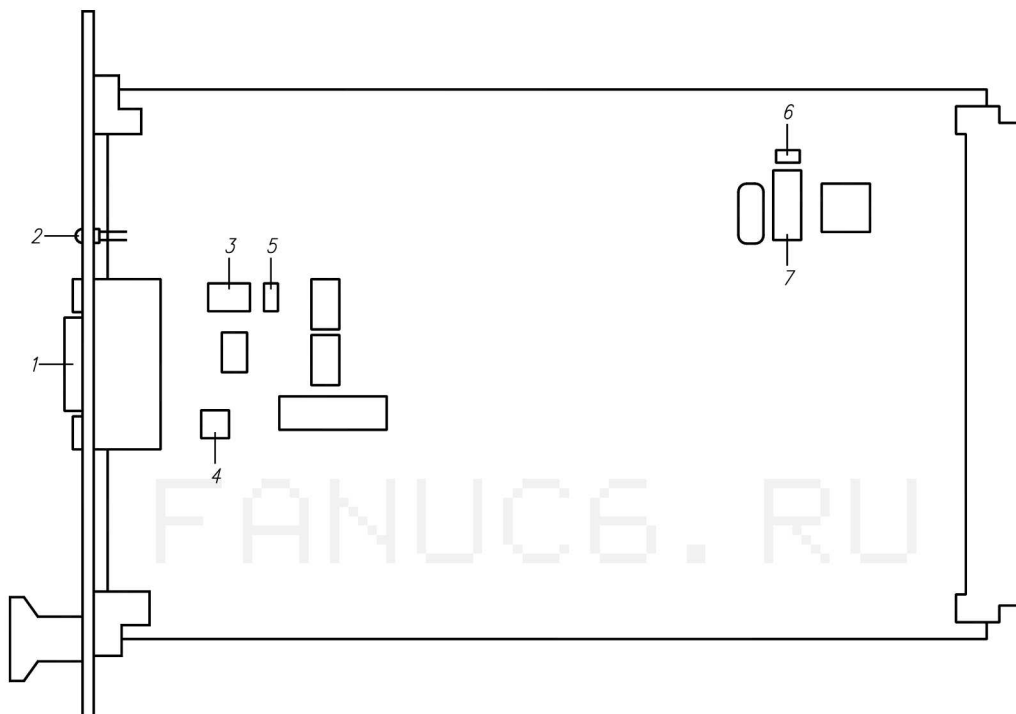

Рис. 1
7.1. Выбор интерфейса осуществляется установкой переключателей 3 (рис.1):
7.2. Подключение внутренних согласующих резисторов (терминаторов) производится установкой переключателей 4 (рис.1):
7.3. При работе на скоростях менее 250 kbps для улучшения согласования и увеличения возможной длины кабеля рекомендуется ограничить скорость нарастания выходного сигнала, установив переключатель 5 (рис.1).